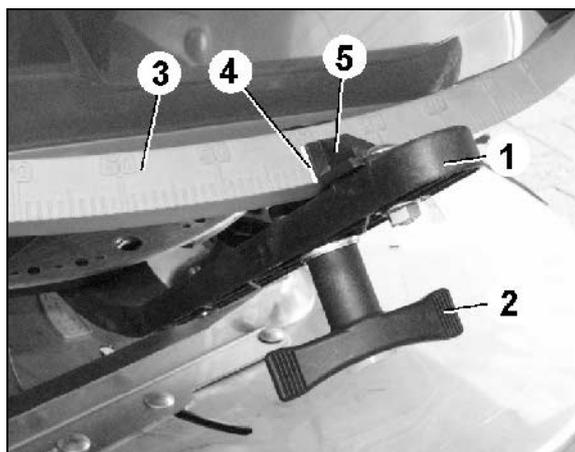

Fig. 45
2. Flügelmutter (Fig. 45/2) lösen.
3. Die erforderliche Schieberstellung auf der Skala (Fig. 45/3) aufsuchen.
4. Die Ablesekante (Fig. 45/4) vom Stellhebelzeiger (Fig. 45/5) auf den Skalenwert einstellen.
5. Flügelmutter (Fig. 45/2) wieder fest anziehen.